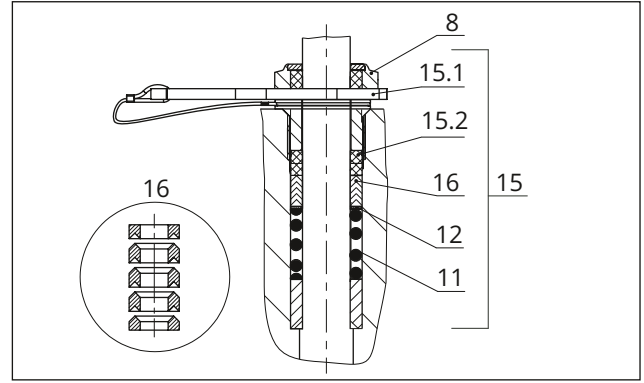

Fig. 27: ADSEAL sızdırmazlık grubu
- Yay (11)
- Şim (12)
- V-Paket conta grubu (16)
4. Kırmızı ara halkasını (15.1) vidalı yüksük (8) ile tutucu halka arasına sokun (bkz. Fig. 27).
13. Laternayı (2) gövdenin üzerine yerleştirin.
14. Uygun bir alet yardımıyla sızdırmazlık parçalarını klape mili üzerinden dikkatlice salmastra yuvasına yerleştirin. Doğru sırayı takip edin (bkz. Fig. 26 ve Fig. 27).
15. Klapeyi (5) sıkıca sitin (4) içine bastırın. Laternayı (2) gövde somunlarıyla (14) sabitleyin. Somunları aşama aşama karşılıklı olarak sırayla sıkın. Sıkma torklarına dikkat edin.
16. Vidalı yüksük (8) parçasını yuvasına yerleştirip sıkın. Sıkma torklarına dikkat edin.
17. Kontra somunu (10) ve mil bağlantı somununu (9) klape mili üzerinde gevşek olarak sıkın.